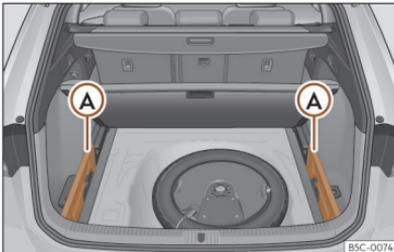

Abb. 177 Im Gepäckraum: Aufnahme zum Verstauen der aufrollbaren Abdeckung.
- Entfernen Sie die Abdeckungen links und rechts >>> (**Abb. 177**) **A**.